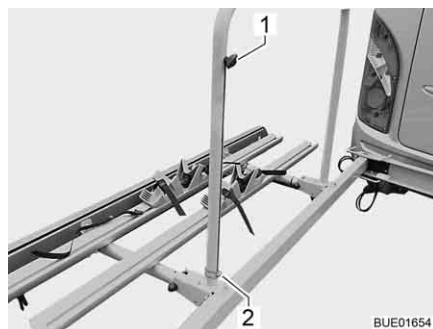

Fig. 3 Fissaggio del puntello
- Sbloccare e sfilare la copiglia (Fig. 3,2).
- Svitare la vite ad aletta (Fig. 3,1).